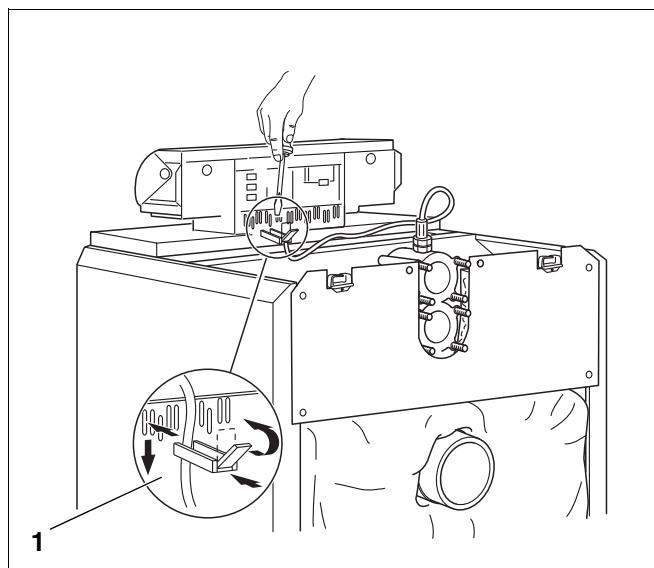

Рис. 47 Крепление электропроводки
- Хомуты с проводами вставить в рамку и зафиксировать поворотом рычажка (рис. 47, **поз. 1**).